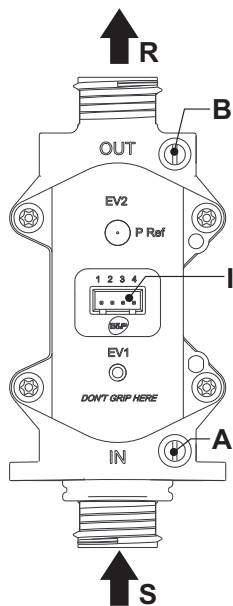

Рис.12 - Газовый клапан
- Подключите подходящий манометр к штуцеру измерения выходного давления «В» (см. Рис.12) на газовом клапане.